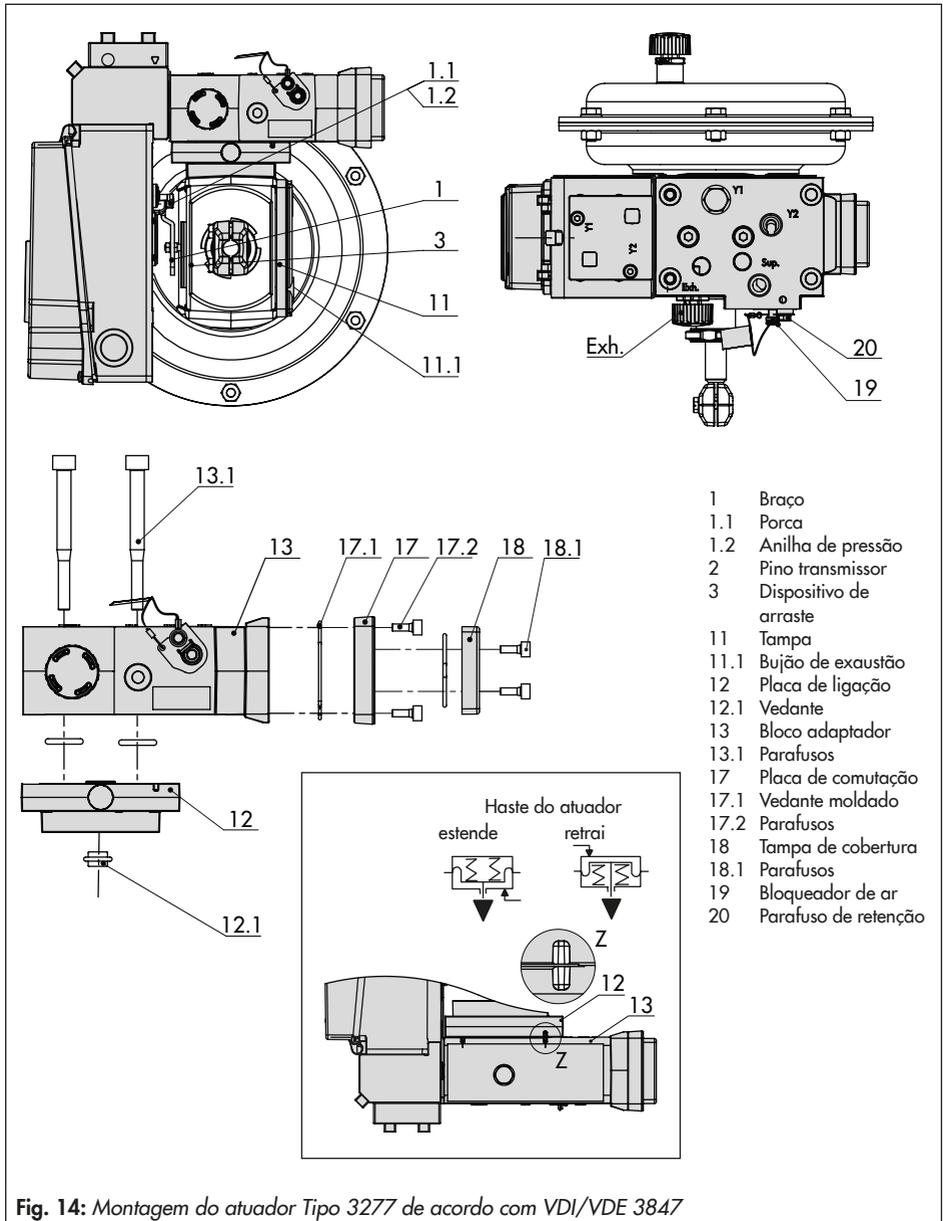

Fig. 14: Montagem do atuador Tipo 3277 de acordo com VDI/VDE 3847
Monte o posicionador na arcada tal como indicado em Fig. 14. O sinal de pressão é direcionado para o atuador pela placa de ligação (12), para atuadores com ação de segurança "haste do atuador estende" internamente através de uma perfuração na arcada da válvula e para "haste do atuador retrai" através de tubagem externa.